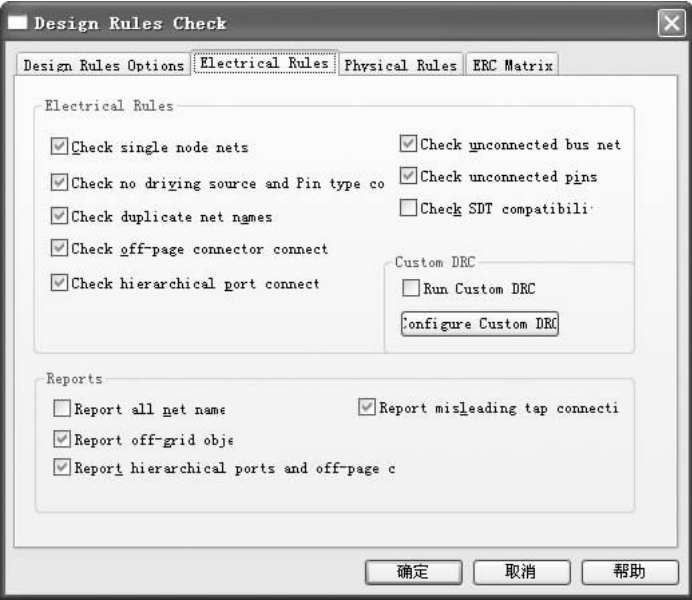

图 7-2 “Electrical Rules (电气规则)” 选项卡
- “Run Electrical Rules”: 勾选此复选框,运行电气规则,可打开“Electrical Rules (电气规则)”选项卡,如图 7-2 所示,设置要检查的电气规则。